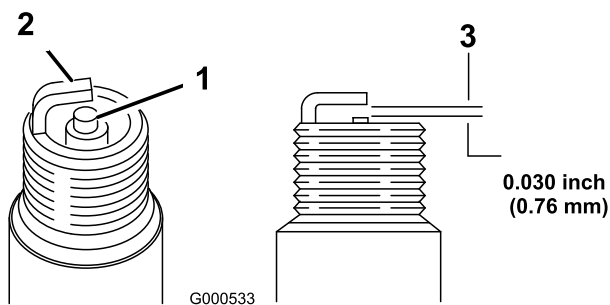

Figure 35
11. Réglez l'écartement des électrodes à 0,76 mm (0,030 po), comme montré à la Figure 35.